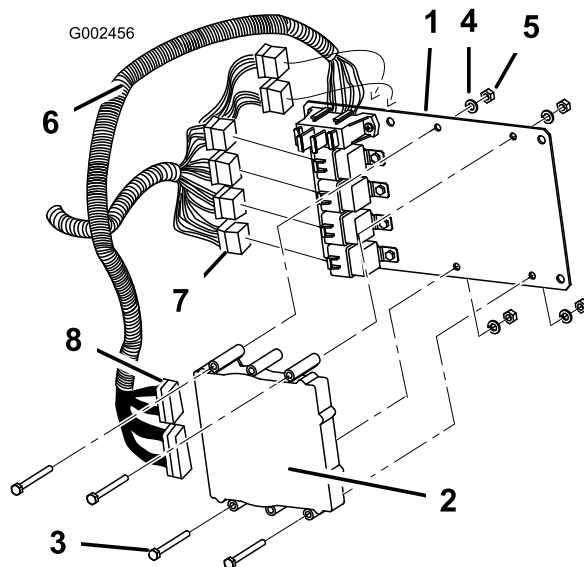

Figura 8
5. Sujete la UCE a la placa de montaje (Figura 8), usando 4 pernos 4Gen;2-1/2 pulgadas), 4 arandelas de freno, (1/4 pulgada), y 4 tuercas (1/4 pulgada).
6. Conecte los cables de los relés del arnés de cables a los 6 relés de la placa de montaje (Figura 8).
7. Conecte los 2 cables del controlador (uno largo y uno corto) del arnés de cables a la UCE (Figura 8).